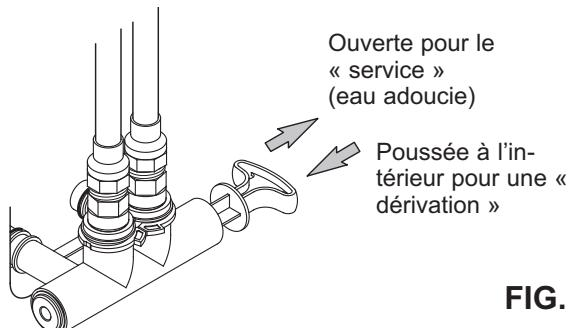
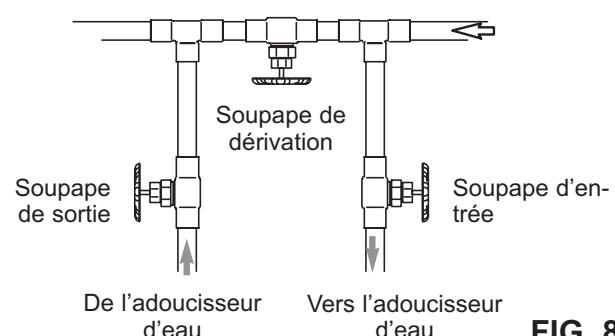

FIG. 7
FIG. 8
Installez une soupape de dérivation simple (inclus), de la manière illustrée à la figure 7, ou, si telle est votre préférence, le système de dérivation à trois robinets (pièces non incluses) en vous reportant à la figure 8. Les robinets de dérivation vous permettent de couper l'eau alimentant l'adoucisseur, au besoin, pour effectuer des travaux d'entretien tout en continuant d'avoir de l'eau dans les tuyaux.
**ATTENTION :** Le tuyau d'eau froide (en métal) d'une maison est souvent utilisé pour assurer la mise à la terre du circuit électrique de l'habitation. Le mode d'installation de la soupape de dérivation triple illustré à la Figure 8 maintiendra la continuité de la mise à la terre. Si vous utilisez des soupapes de dérivation en plastique sur l'appareil, la continuité sera rompue. Pour rétablir la mise à la terre, procédez comme suit :
3. Placez la ou les soupapes de dérivation en position « dérivation » (voir les figures 7 et 8). Sur une soupape simple, glissez la manette vers l'intérieur pour la dérivation. Pour une soupape de dérivation triple, fermez les robinets d'entrée et de sortie et ouvrez la soupape de dérivation.